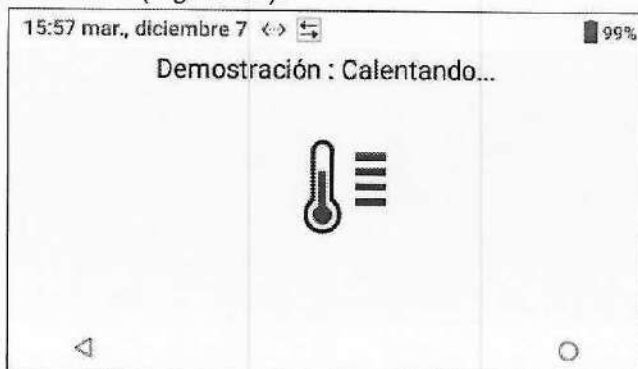

Figura 42: Demostración – Calentamiento del cartucho de prueba
- 2 La demostración muestra el icono  (Calentando el cartucho de prueba), que indica que el cartucho de prueba se está calentando (Figura 42).